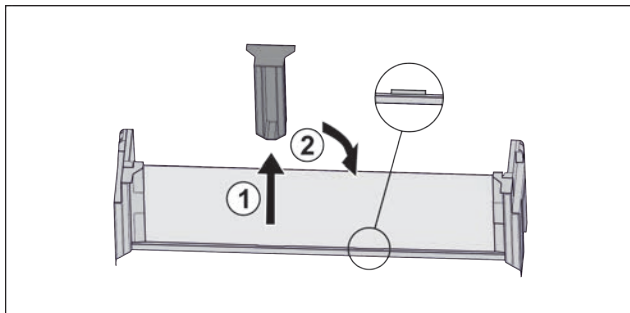

Fig. 19
- ▶ Снимите среднюю поддерживающую деталь Fig. 19 (1).
- ▶ Вставьте среднюю поддерживающую деталь во вторую позицию Fig. 19 (2).